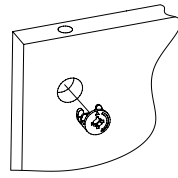

Рис.3
3. Вставить головки минификсов в соответствующие плоскостные отверстия боковины 6 и планки 7, 8 (Рис. 3).